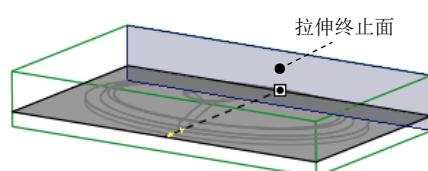

图 21.33 选取拉伸终止面
② 将模型调整到图 21.33 所示的视图方位，选取图中所示的坯料表面为拉伸终止面。
③ 在“拉伸”操控板中单击√按钮，完成特征的创建。